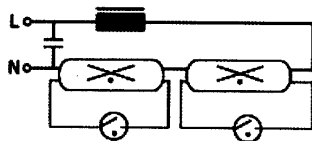

Рис.2 - Схемы включения бактерицидных ламп с ЭМПРА
- 4.3 Светильники-облучатели выпускаются с электромагнитными или электронными ПРА. Схемы включения бактерицидных ламп с электромагнитным ПРА приведены на рис. 2. Схема включения ламп с электронным ПРА приведена на корпусе электронного ПРА.